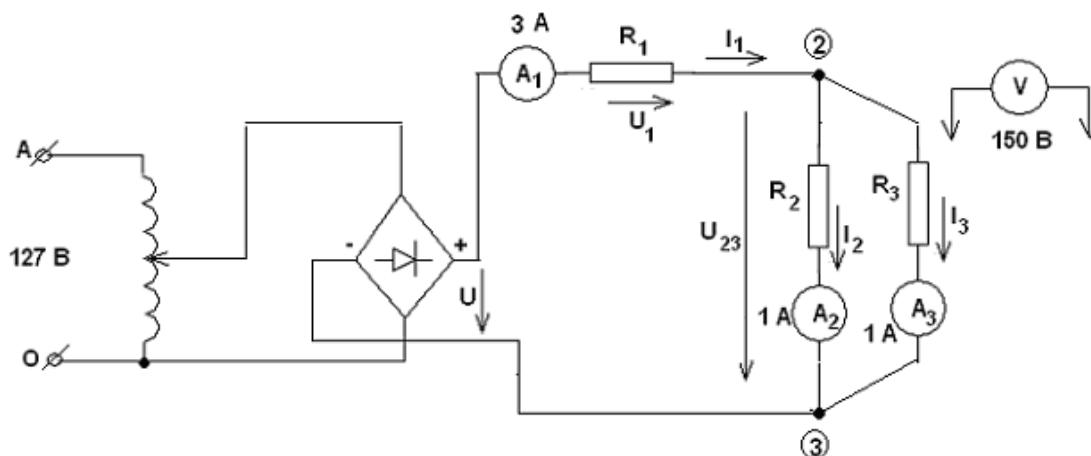

Рис. 1.3
7. Собрать (зарисовать) схему рис.1.3.